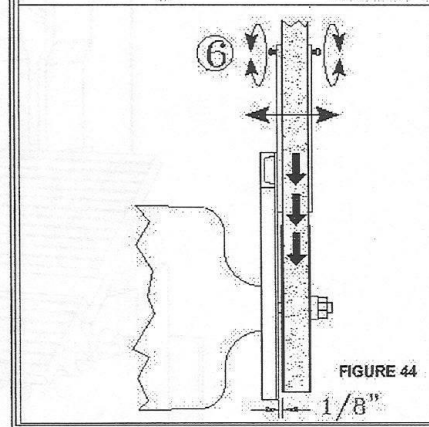

FIGURE 44
- 4) Si vous utilisez un autre moteur que celui recommandé, assurez-vous de son bon sens de rotation (Fig. 44).
- 7) Pour centrer la courroie sur le sabot, utiliser les vis pour déplacer la fourchette latéralement (Fig.44(6)).